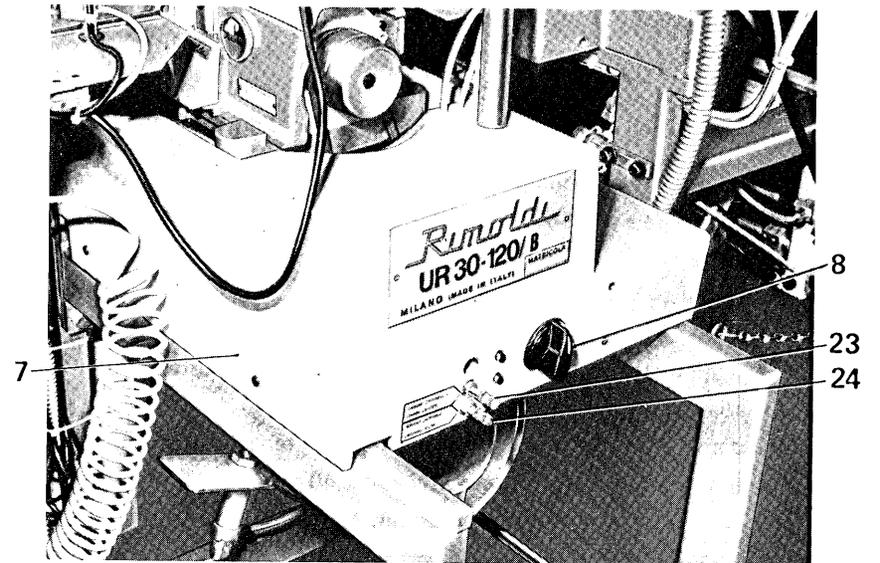

Fig. 4
- i) Un carro estraibile (7 fig.4) che porta la testa cucitrice ed il motore di azionamento. Il comando viene dato tramite la manopola (8 fig.4)
- Estrarre la testa cucitrice agendo sulla manopola (8 fig.4).
Dosatore per dispositivo tagliacatenella tipo 135 (22 fig.4)
Dosatore per soffiatore laterale (23 fig.4)